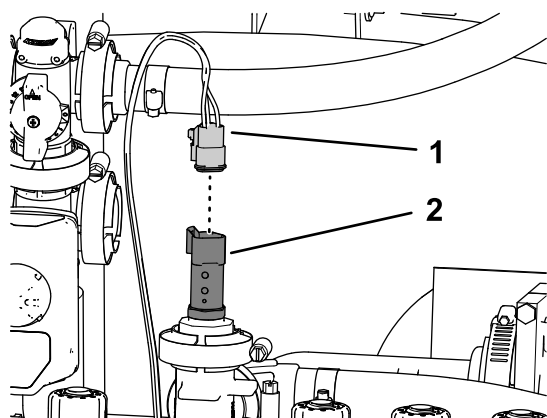

図 131
1. キットのワイヤハーネスの 61cm の枝線の PRESSURE TRANSDUCER GREEN WEDGE というラベル付きの3ソケットコネクタを、水圧トランスデューサの3ピンコネクタに接続する 図 131。